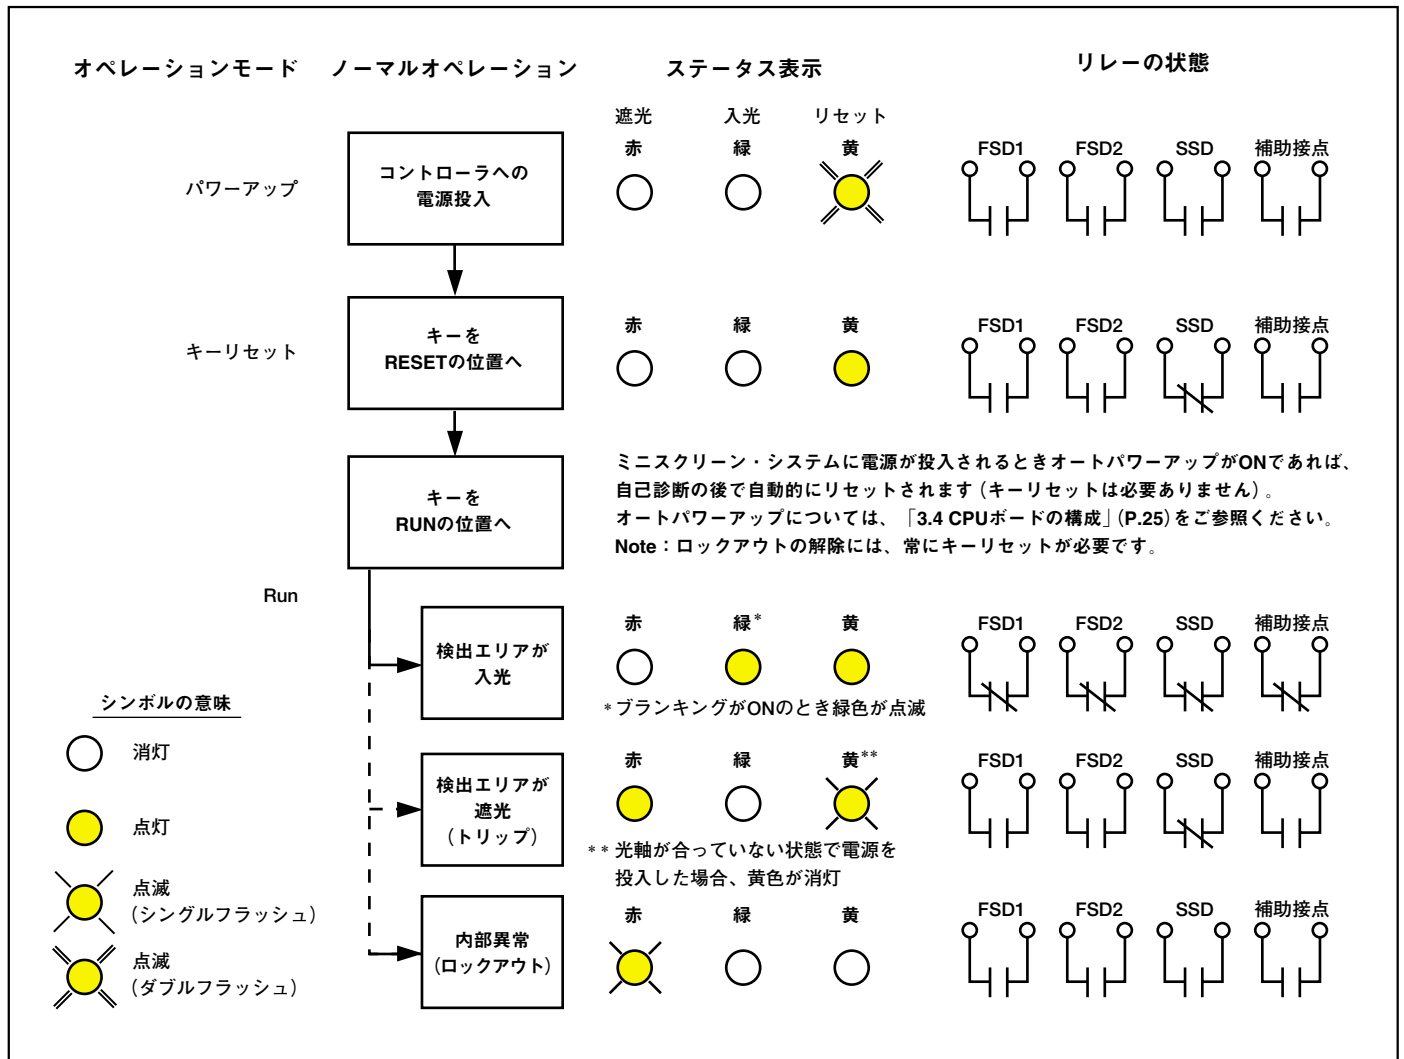

Fig.5 ステータス表示と出力接点
- 電源投入時（オートパワーアップ機能設定時を除く；P.12のFig.5参照）
- 電源が遮断された場合（オートパワーアップ機能設定時を除く；Fig.5参照）
自己診断により検出したシステム異常が原因でロックアウトになった場合、コントローラと受光器の赤いLEDが点滅します。緑色と黄色のLEDは消灯します（Fig.5参照）。「5.1 ロックアウト状態のトラブルシューティング」（P.35）をご参照ください。